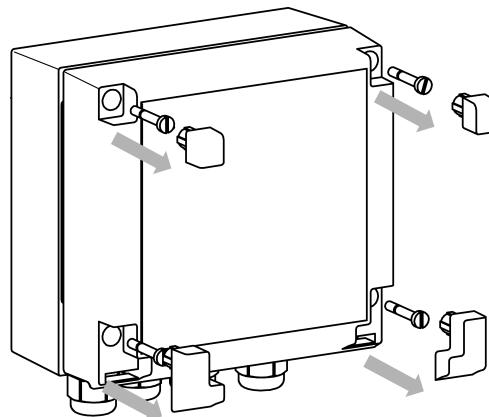

**Рисунок 4.11 – Габаритные размеры корпуса Д**
- Подготовить место на DIN-рейке для установки прибора с учетом размеров корпуса (см. рисунок 4.11).